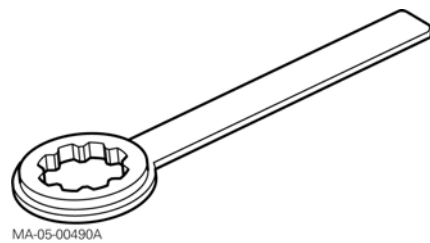

Fig. 9
- **3378082 M1:** Locking tool - Mainshaft (Fig. 9)